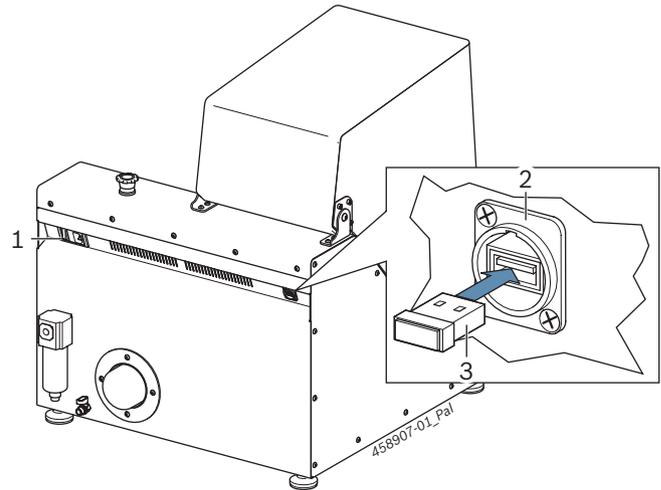

Рис. 26: EPS 118, вид сзади
1. Отключить EPS 118 с помощью переключателя (Рис. 26, поз. 1).
2. Вставить USB-адаптер WLAN EPS 118 (Рис. 26, поз. 3) в разъем USB (Рис. 26, поз. 2).